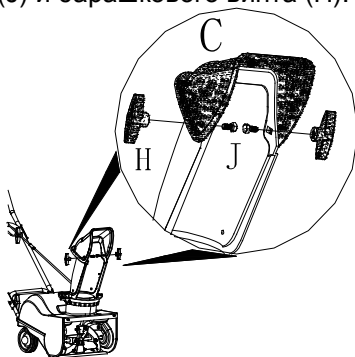

Рис. 7
5. Произведите сборку щитка разгрузочного желоба (C)( Рис.7). Установите щиток (C) на разгрузочный желоб (4), закрепите его при помощи 2 болтов (J) и барашкового винта (H).